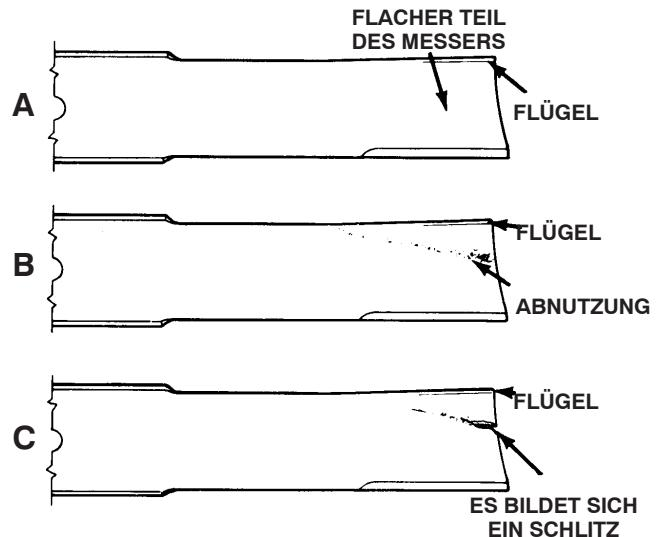

Bild 90
2. Prüfen Sie die Schnittkanten des Messers sorgfältig, insbesondere dort, wo die geraden Flächen die gebogenen berühren (Bild 90-A). Da Sand und anderes reibendes Material das Metall abschleifen kann, das die flachen und die gebogenen Teile verbindet, müssen Sie das Messer vor jedem Einsatz des Rasenmähers prüfen. Tauschen Sie das Messer aus, wenn Sie eine Abnutzung feststellen (Bild 90-B).